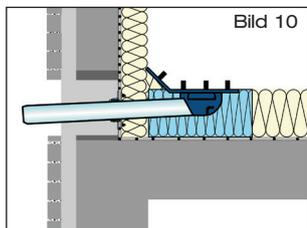

Bild 10
2.2 Das Auslaufrohr des Ablaufs bauseits in der Länge anpassen. Die Dichtung des Schiebeflansches und Auslaufrohr des Ablaufes mit LORO-X Gleitmittel versehen. Den Ablaufkörper in die Kontur des Wärmedämmblocks einlegen. Das Auslaufrohr in die Dichtung des Schiebeflansches einschieben. Den Ablauf sowie den Wärmedämmblock fixieren (Bild 10). Entstandene Hohlräume in der Wärmedämmung mit geeigneten Materialien schließen. Auslaufrohr im Wandbereich mit ausreichender Wärmedämmung versehen. Wärmedämmplatten verlegen.
3.2 Das Auslaufrohr des Ablaufs bauseits in der Länge anpassen. Die Dichtung des Schiebeflansches und Auslaufrohr des Ablaufes mit LORO-X Gleitmittel versehen. Den Ablaufkörper in die Kontur des Wärmedämmblocks einlegen. Das Auslaufrohr in die Dichtung des Schiebeflansches einschieben. Den Ablauf sowie den Wärmedämmblock fixieren (Bild 10). Entstandene Hohlräume in der Wärmedämmung mit geeigneten Materialien schließen. Auslaufrohr im Wandbereich mit ausreichender Wärmedämmung versehen. Wärmedämmplatten verlegen.